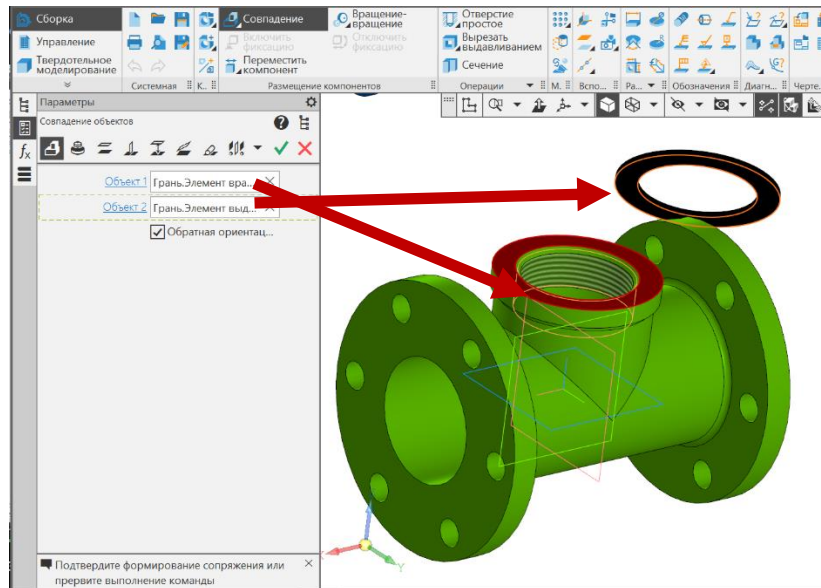

Рис. 11 Сопряжение «Совпадение»
- **Сборка – Размещение компонентов – Сопряжения – Совпадение объектов.** Для создания касания объектов по плоскости указать поверхности для сопряжения (рис. 11).